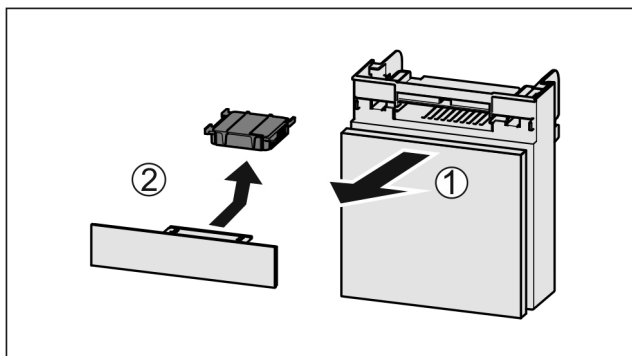

Fig. 180
- Extraire le compartiment par l'avant Fig. 180 (1).
- Sortir le filtre à charbon actif Fig. 180 (2).